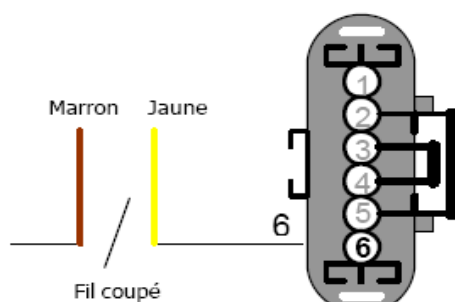

fig.2
- Coupez le fil de la position 2 du connecteur de la pédale. Soudez le fil jaune au fil en position 2 sur le côté du câblage principal (fig.2).
- Coupez le fil de la position 6 du connecteur de la pédale. Soudez le fil jaune au fil en position 6 sur le côté du câblage principal (fig.2).
- Coupez le fil de la position 6 du connecteur de la pédale. Soudez le fil jaune au fil en position 6 sur le côté du connecteur. Soudez le fil marron au fil en position 6 sur le côté du câblage principal (fig.2)
- Coupez le fil de la position 6 de la pédale d'accélérateur. Soudez le fil jaune au fil en position 6 sur le côté du connecteur. Soudez le fil marron au fil en position 6 sur le côté du câblage principal (fig.2).